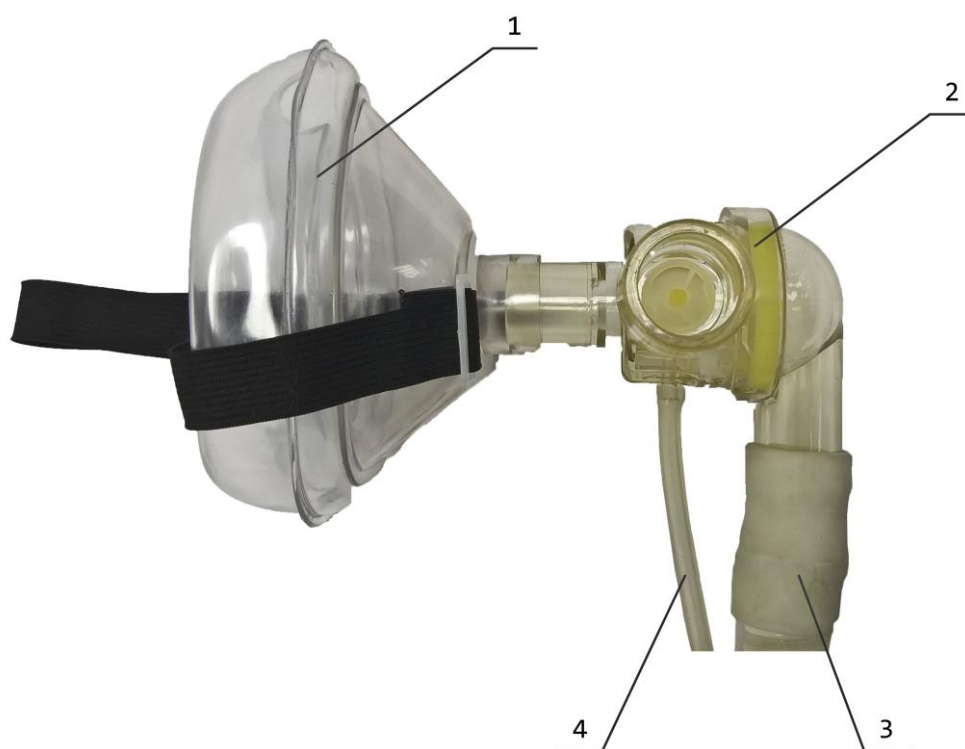

Рисунок 1 – Внешний вид аппарата
Внешний вид аппарата представлены на рис.1. Элементы дыхательного контура представлены на рис.2.
1.4.2 Аппарат работает от внутреннего или внешнего источника питания при давлении кислорода на впускном коннекторе 13 (рисунок 1) в диапазоне от 270 до 600 кПа и потоке кислорода не менее 70 л/мин. Пневматическая схема аппарата приведена в приложении Б.
Газ для вдыхания проходит по дыхательному шлангу 3 через клапан пациента 2 и через лицевую маску 1 (рисунок 2) или трахеальную трубку в дыхательные пути пациента. Клапан пациента оснащен обратным клапаном, который позволяет выдыхаемому воздуху выходить через выпускное отверстие, не попадая в аппарат. Давление кислорода в дыхательном контуре аппарата отображается на дисплее 2 (рисунок 1) во время процесса ИВЛ.
Настройки вентиляции регулируются ступенчато переключателями установки величины минутного объёма «**МО (л/мин)**» и частоты «**Частота (1/мин)**» (рисунок 1). Режимы вентиляции, величина соотношения вдоха и выдоха пациента, а также величина дыхательного давления в отверстии для подсоединения пациента устанавливаются на дисплее аппарата с помощью кнопок «   » (рисунок 1).
– скорость потока от 3 до 30 л/мин с промежуточными значениями 6, 9, 11, 13, 15, 20, 25 л/мин с помощью изменения положения переключателя «**МО (л/мин)**» (рисунок 1).
– давление ограничения P_{lim} в отверстиях для подсоединения пациента от 15 до 60 см вод. ст. с промежуточными значениями 20, 25, 30, 35, 40, 45, 50, 55 см вод. ст. с помощью кнопок  (рисунок 1), находясь в окне выбора режима IPPV или SIMV.